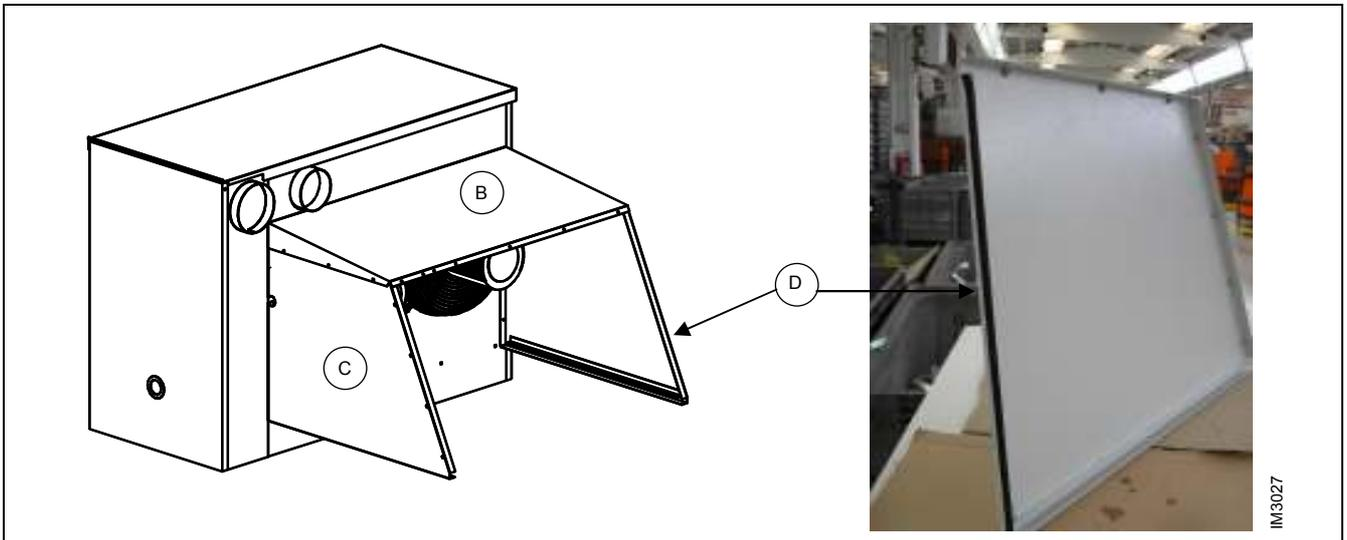

Рисунок 13 – РАЗМЕЩЕНИЕ УПЛОТНЕНИЯ И УСТАНОВКА ПРАВОЙ БОКОВИНЫ ВОЗДУХОЗАБОРНОГО РАСТРУБА
3. Процедура, описанная в пункте 2, повторяется также с правой стороны D (смотри Рисунок 13).